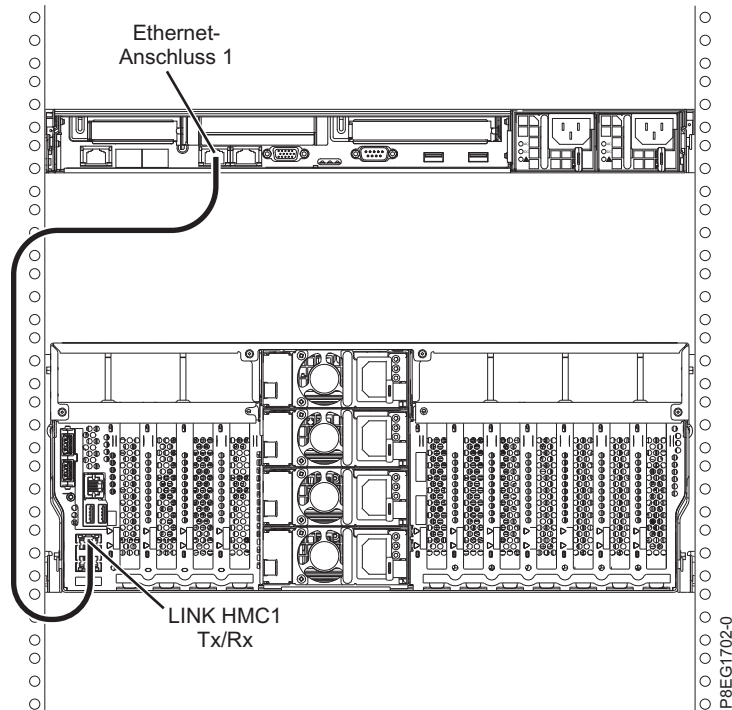

Abbildung 20. HMC an das verwaltete System anschließen
1. Wenn Sie Ihre HMC direkt an das verwaltete System anschließen möchten, schließen Sie den **Ethernet-Anschluss 1** der HMC an den Anschluss **HMC1** des verwalteten Systems an. Siehe Abb. 20 auf Seite 28.